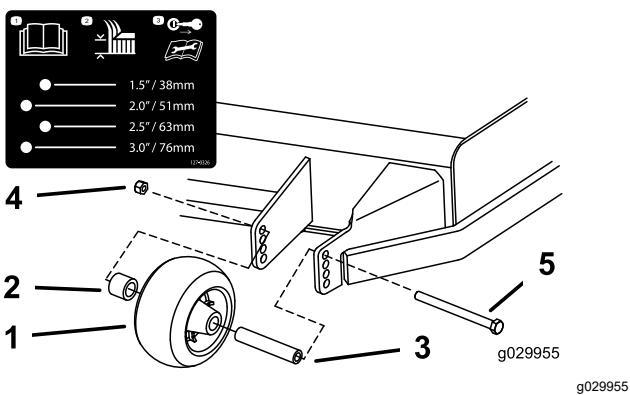

Figure 27
3. Réglez les galets anti-scalp comme montré à la Figure 27, la Figure 28 et la Figure 29.